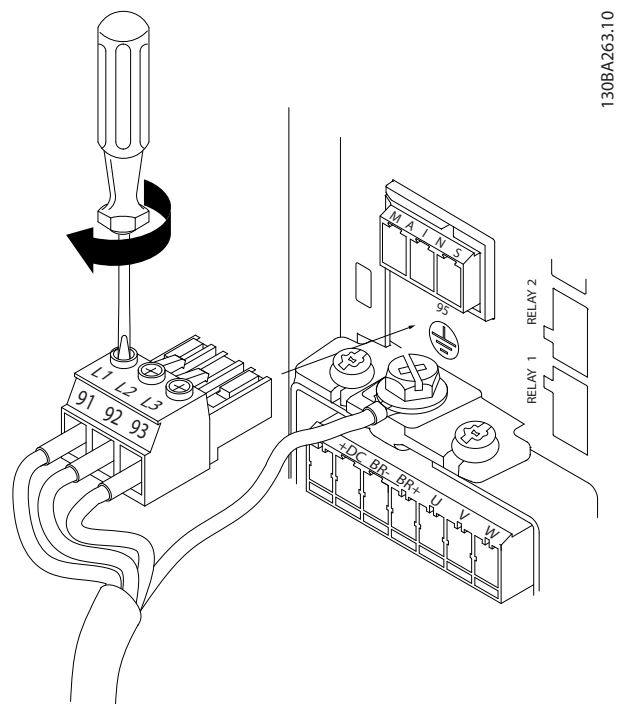

Рисунок 3.10 Монтаж сетевого разъема
3. Вставьте сетевые кабели в сетевой разъем и затяните винты, как показано на Рисунок 3.10.